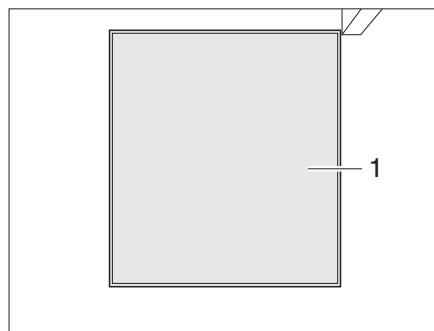

Fig. 240 Accès réservoir pour matières fécales, fermé
- Quand l'accès au réservoir pour matières fécales (cassette) (Fig. 240,1) est fermé : Retirer le cabinet de toilette (voir paragraphe 11.7.1).